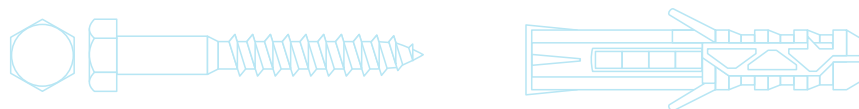

Рисунок 7.4.1 – Шуруп с шестигранной головкой «Глухарь» с дюбелем
- 6 Сверление производить сверлом диаметром 16 мм. В отверстия установить распорные дюбели диаметром 16 мм и длиной 80 – 120 мм (рис. 7.4.1).